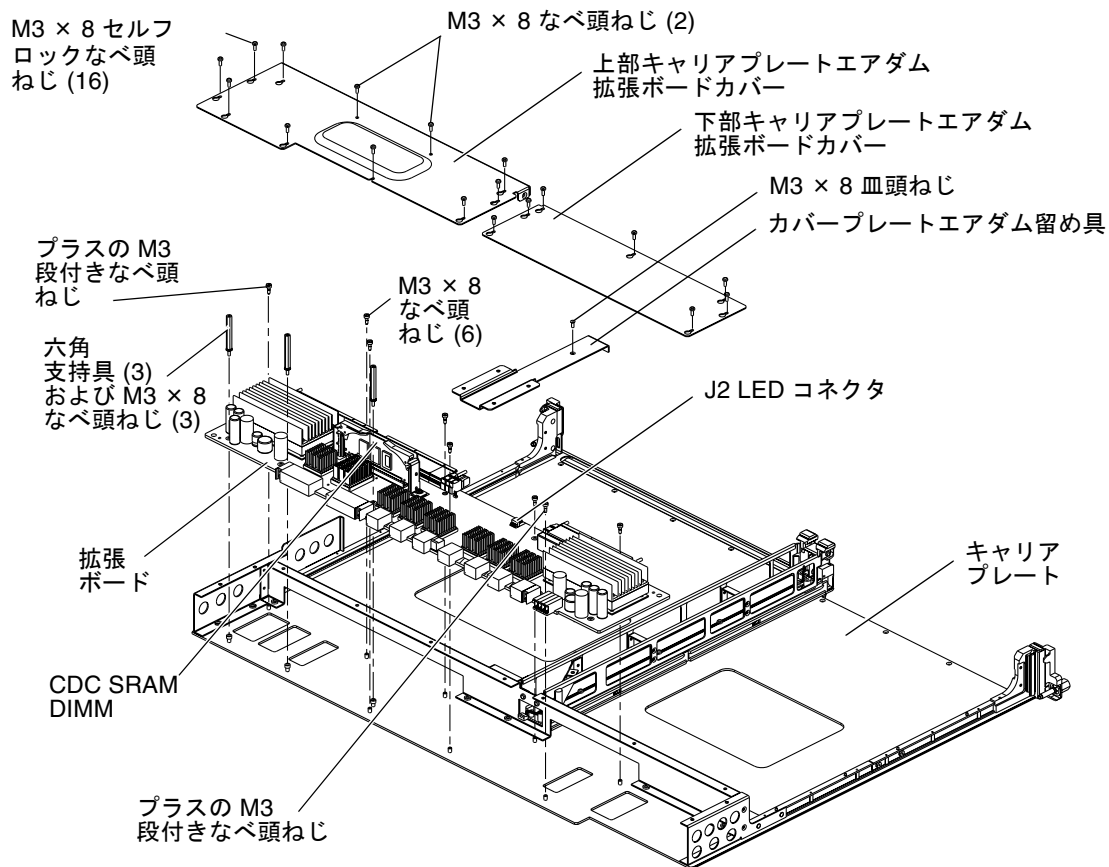

図 12-2 拡張ボードおよびキャリアプレート - 分解図
12. 拡張ボードをしっかりとつかんで持ち上げ、キャリアプレートの支持具から引き出します (図 12-2)。